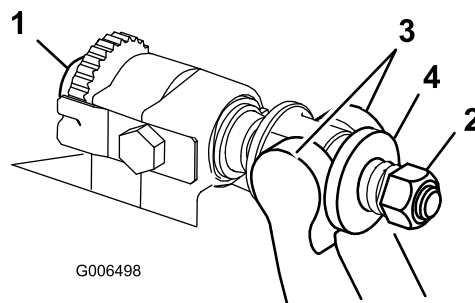

Figura 28
1. Rode os parafusos de ajuste da barra de apoio no sentido contrário ao dos ponteiros do relógio, para afastar a lâmina de corte do cilindro (Figura 28).
2. Faça recuar a porca da mola tensora até que a anilha deixe de estar sob tensão contra a barra de apoio (Figura 28).